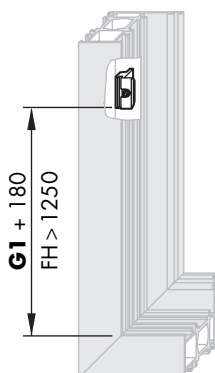

Bild 2
- A** Getriebe LM-23 (4) in vorgesehene Ausfräsung einsetzen.
- B** Getriebe LM-23 (4) mit Kupplungsschrauben M6 (5) an den Schubstangen S1 und S2 verbinden (PZ 2, Drehmoment $2,75 \pm 0,25$ Nm). Ab FH > 1250 mit Schubstange S1 und Kupplungsstück (3) verbinden.
- C** Hebel Si-line FAVORIT (1) mit Senkschraube M5 x 30 (2) anschrauben (PH 2, Drehmoment $2,5 \pm 0,25$ Nm).
- Bei FH > 1250 mm Schließteil nach Maßangabe (Bild 2) positionieren und mit den Gewindestift festklemmen (SW 2,5, Drehmoment $1,5 \pm 0,25$ Nm).